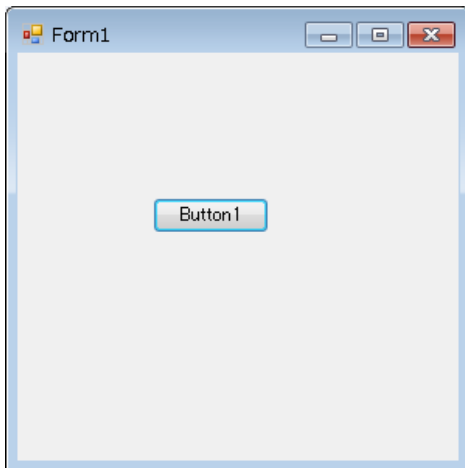

図 17 プログラムの実行
- ④ [F5]キーを押すかメニューから[デバッグ]>[デバッグ開始]を実行し、作成したウィンドウのボタンを押下します。(図 17 参照)